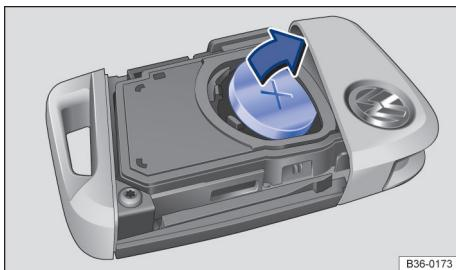

Fig. 62 Chave do veículo: substituir a pilha-botão.
- Elevar a pilha-botão do compartimento da pilha → Fig. 62.
- Pressionar novas pilhas-botão no compartimento da pilha → Fig. 62.